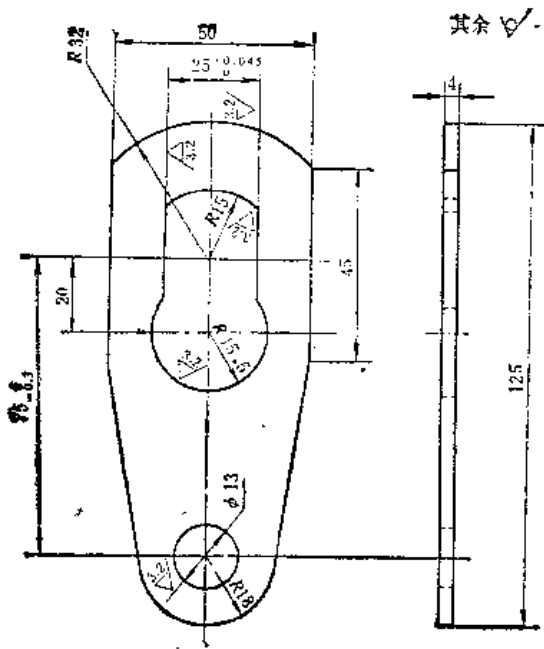
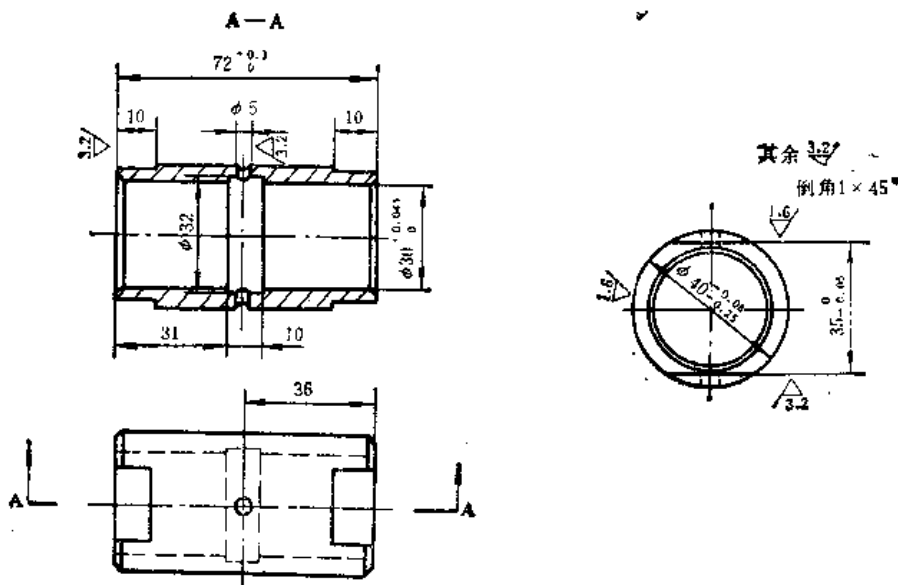

图8-2-8 卡板 (30钢)
图8-2-9 轴套 (15钢或13Cr)
② 滚轮外缘 $\phi 135\text{mm}$ 处, 轮边有掉边、破损, 其厚度尺寸为 $7\text{mm}$ 磨损到 $3\text{mm}$ 或成锐尖角时, 报废。
③ 滚轮外径尺寸 $\phi 110\sim\phi 109\text{mm}$ 磨损至 $\phi 103\text{mm}$ 即告报废。
④ 滚轮内孔尺寸 $\phi 40^{+0.05}\text{mm}$ 大于 $\phi 40^{+0.20}_{-0.10}\text{mm}$ 尺寸时, 报废。
⑤ 滚轮材质低于HT150牌号, 且表面硬度低于HRC15~20时, 不能使用。
(2) 卡板 (图8-2-8)
①  $\phi 13\text{mm}$ 孔中心线与轴孔中心线距离 $75^{+0.3}\text{mm}$ 其尺寸公差大于 $0.5\text{mm}$ 时不能使用。
② 尺寸 $25^{+0.045}\text{mm}$ 超差至 $25^{+0.80}_{-0.50}\text{mm}$ 时不能使用。
(3) 轴套 (图8-2-9)
① 轴套外径 $\phi 40^{+0.05}\text{mm}$ , 其上偏差 $+0.08\text{mm}$ , 下偏差 $>0.30\text{mm}$ 时, 或表面硬度低于HRC 35~40, 渗碳层深度在 $0.08\text{mm}$ 之内报废。
② 轴套内孔尺寸 $\phi 30^{+0.045}\text{mm}$ 中, 上偏差 $>0.10\text{mm}$ , 下偏差 $<-0.08\text{mm}$ 时, 或内孔表面有疤痕、裂缝、无油孔、油槽, 不圆度大于 $0.5$ 时, 也不能使用。
③ 尺寸 $35^{+0.05}\text{mm}$ 中两平面不平行度 $>1\text{mm}$ , 宽度 $10\text{mm}$ 时, 即报废。